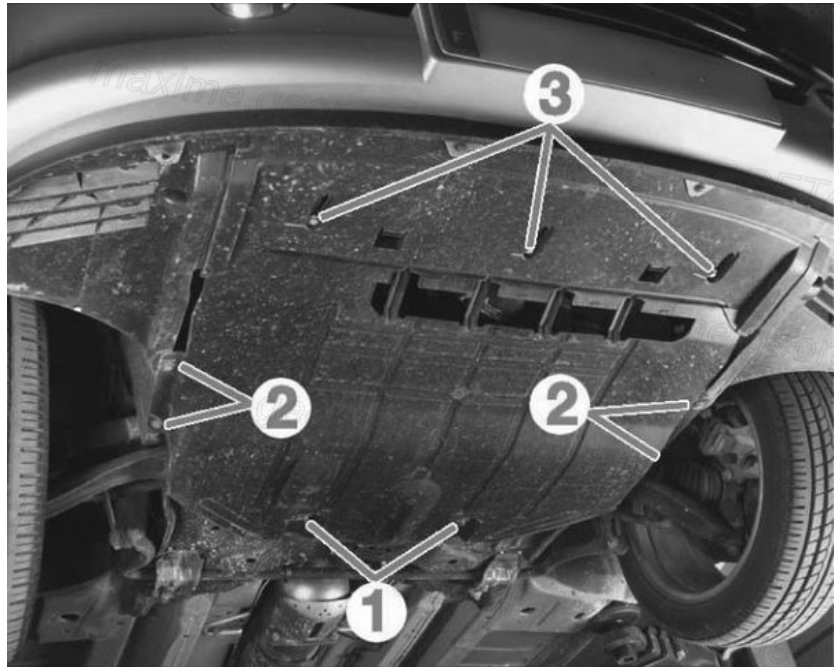

Fig. 1
- Déposer le cache sous moteur (**Fig.1**)